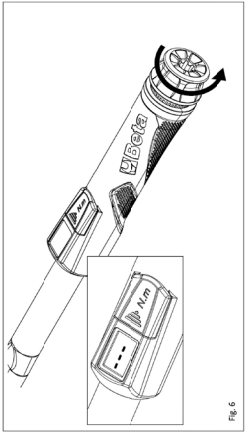

Fig. 6
- Terminato l'utilizzo della chiave, tirare il sistema pull/push e ruotare "in senso antiorario" fino al raggiungimento del valore minimo della chiave; appaiono quindi tre tratti orizzontali (fig. 6).
- After finishing using the wrench, unlock the pull/push system and turn counterclockwise until the minimum value of the wrench is reached; three horizontal dashes will appear (fig. 6).